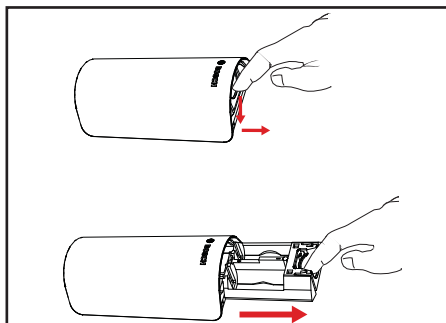

Figure 9.1 : Retirer le bac à piles
3. Appuyez tout en faisant coulisser complètement le bac à l'extérieur du boîtier du détecteur de mouvement. Voir *Figure 9.1*.